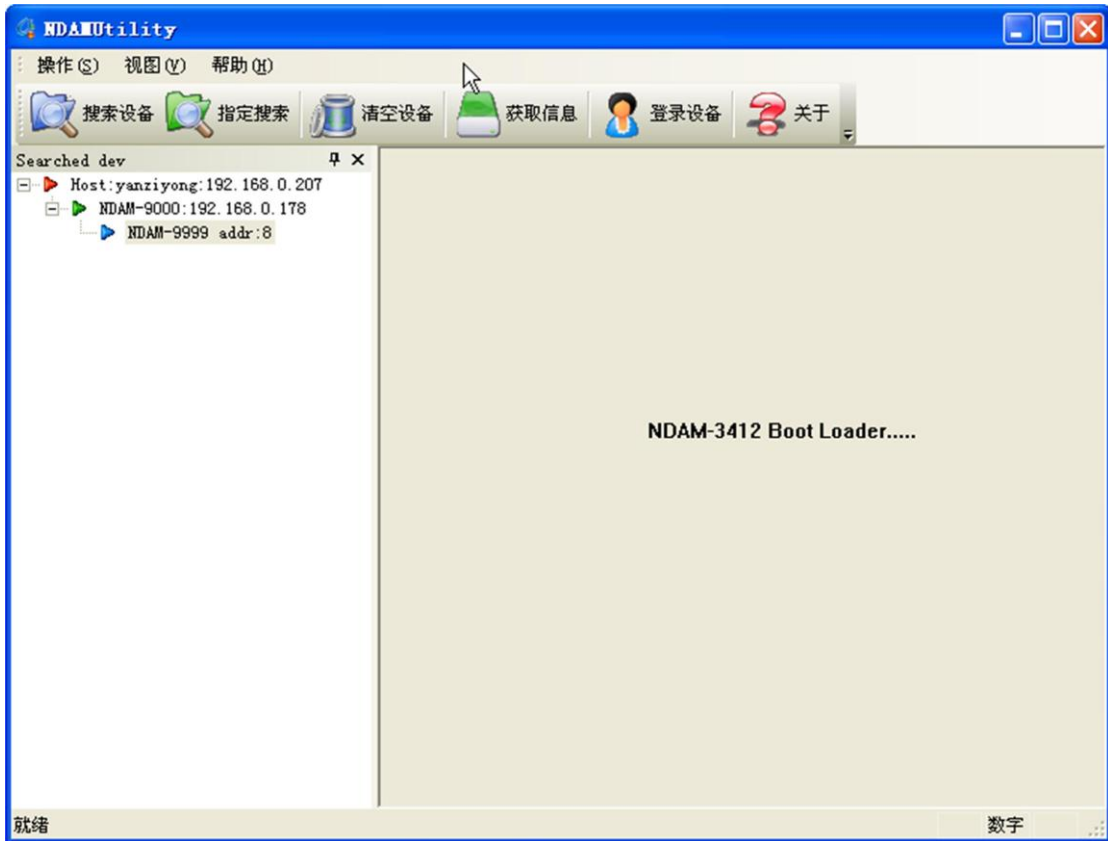

图 4.14 选中设备
- 搜索并登陆设备，选中“NDAM-9999 addr : 8”，如图 4.14 所示；